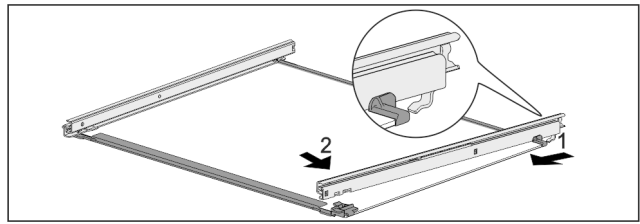

Fig. 121 Скляна пластина з рейками
- ▶ Зачепити рейку ззаду. Fig. 121 (1)
- ▶ Зафіксуйте рейку спереду. Fig. 121 (2)